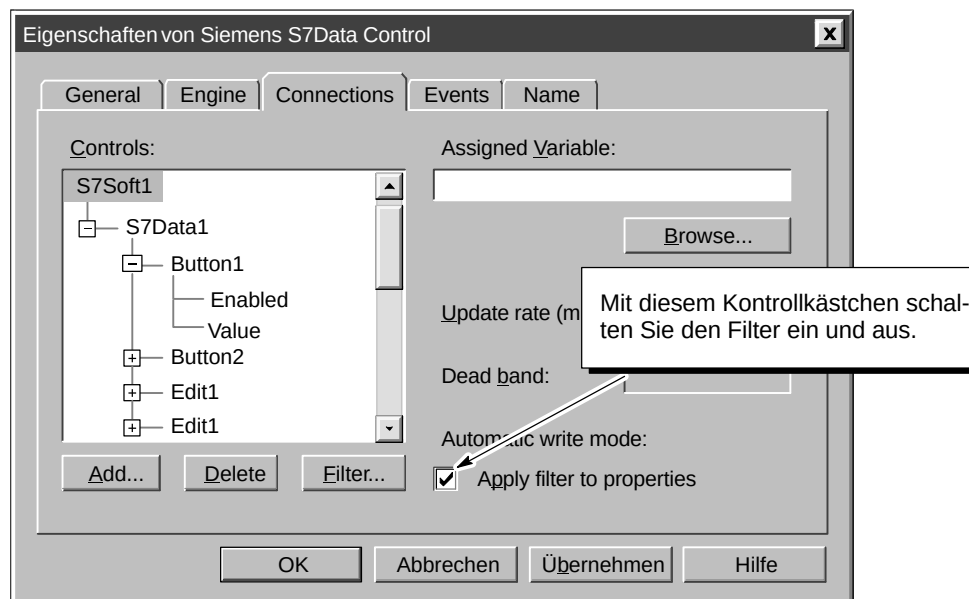

Bild 1-8 Anwenden des Filters auf die Liste der Eigenschaften
6. Aktivieren Sie das Kontrollkästchen "Apply filter to properties" (siehe Bild1-8), um die gefilterten Eigenschaften anzuzeigen. Mit dem Kontrollkästchen "Apply filter to properties" können Sie den Filter ein- und ausschalten.